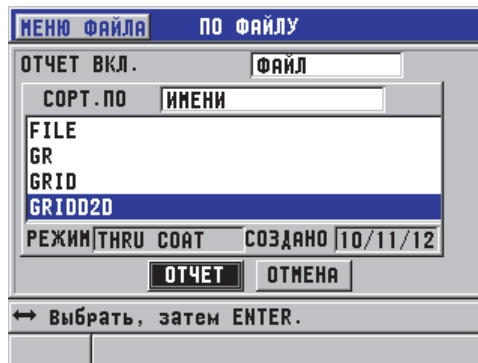

Рис. 6-39 Экран отчета СВОДКА ПО ФАЙЛУ
3. В окне **СВОДКА ПО ФАЙЛУ** (см. Рис. 6-39 на стр. 138):